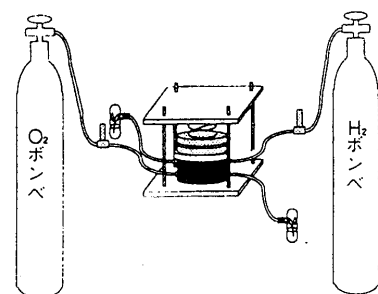

図2. 固体高分子形燃料電池の発電実験
- ① 白金の微細粒子がまぶしてある炭素粉末と溶媒をよく混合して、電極ペーストを作ります。
- ② カーボンペーパー (炭素繊維を多孔質薄板にしたもの) に、電極ペーストをコートします。
- ③ 2枚の電極で、固体高分子イオン交換膜をサンドイッチして、電池を組み立てます。
- ④ 図2のような燃料電池の一方に、水素ガスを、他方に酸素ガスを流します。2つの電極の間の電圧をデジタルテスターで測定しよう。豆電球、モーター、風車などをつないで動かしてみよう。